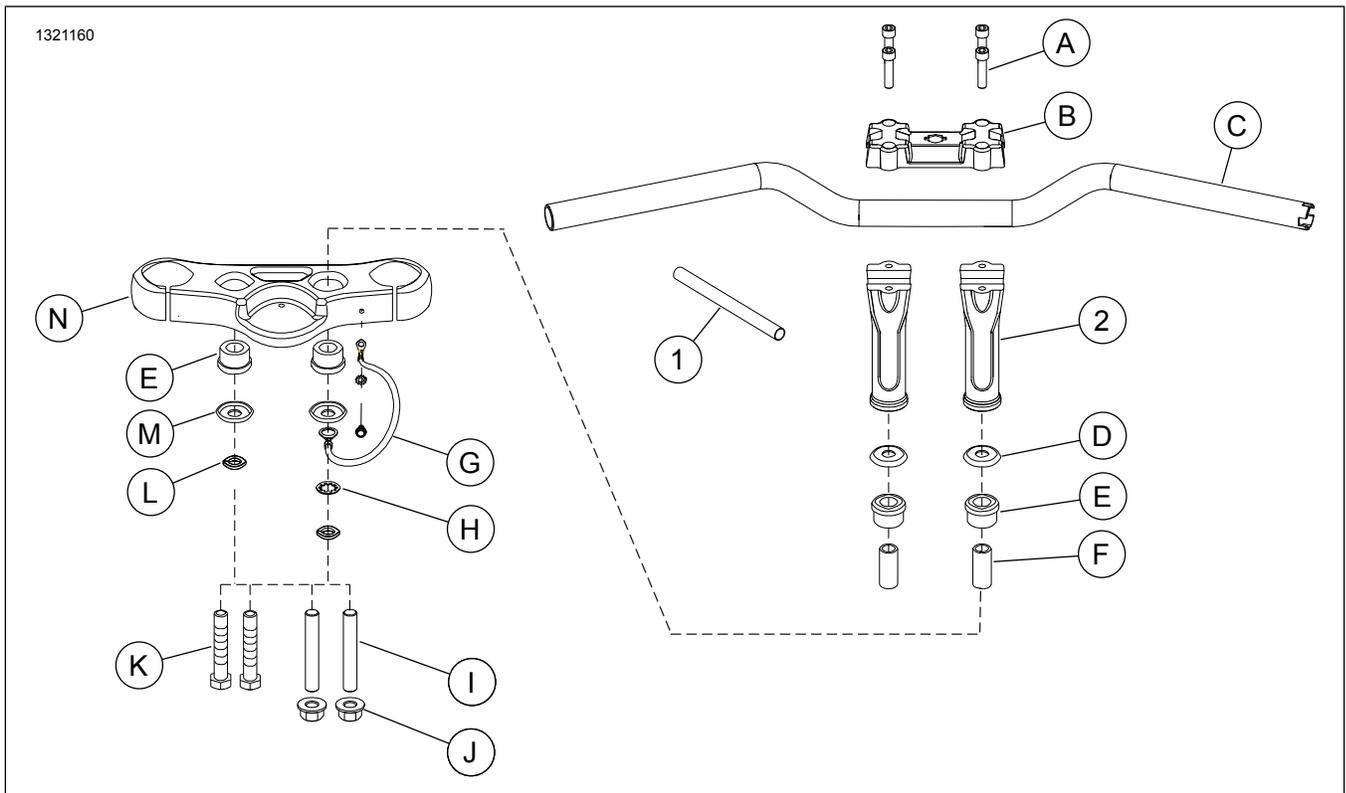

Figure 1. Liste des pièces de rechange : Kits de rehausseurs élevés
- Alignez les composants comme indiqué dans Figure 1 .
- Installez les vis de rehausseur (K). Ne serrez pas encore les vis.
- Consultez Figure 1 . Installez sans trop serrer la bride de rehausseur (B) sur le guidon et les rehausseurs de façon à ce que le logo Bar & Shield fasse face au motocycliste.
- Consultez Figure 1 . Appliquez de l'adhésif frein-filet sur les vis de rehausseur.
- Retirez une vis de rehausseur (K).